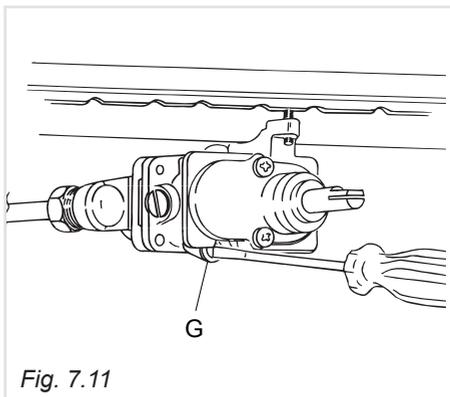

Fig. 7.11
- Sfilare la manopola del termostato e con un cacciavite a taglio svitare di circa 3 giri la vite by-pass "G" (fig. 7.11) passando attraverso l'apertura del cruscotto;
- Dopo aver tolto nuovamente la manopola e facendo molta attenzione a non ruotare l'asta del rubinetto, avvitare lentamente la vite by-pass "G" (fig. 7.11) fino all'ottenimento di una fiamma lunga 3-4 mm.